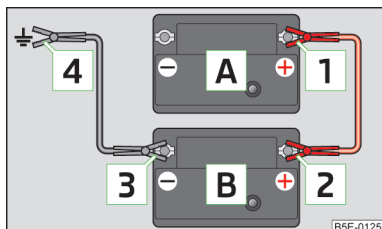

Fig. 167
- > Fixați un capăt **1** la polul plus **A** » fig. 167.